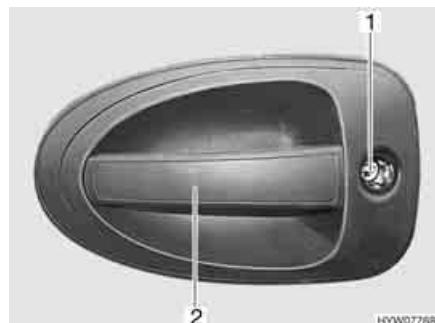

Fig. 35 Serratura della porta di ingresso, lato esterno
*Apertura:* ■ Inserire la chiave nel cilindro della serratura (Fig. 35,1) e ruotare fino a quando la serratura della porta si sblocca.
■ Tirare la maniglia della porta (Fig. 35,2). La porta è aperta.
*Bloccaggio:* ■ Inserire la chiave nel cilindro della serratura (Fig. 35,1) e ruotare fino a quando la serratura della porta si blocca.